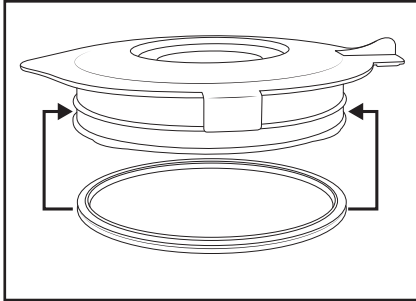

Fig. 3
- Nettoyez le bol mixeur ③ uniquement avec une brosse vaisselle manche long afin de ne pas vous blesser sur les lames ④.
- Nettoyez le bouchon doseur ① et le couvercle ② dans de l'eau additionnée d'un produit vaisselle doux. Pour le lavage à la main, vous pouvez retirer le joint caoutchouc couvercle ⑨. Veillez à ce que le joint caoutchouc couvercle ⑨ soit à nouveau correctement positionné avant de réutiliser le couvercle ② (fig. 3).